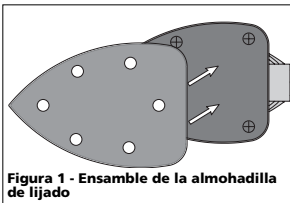

Figura 1 - Ensamble de la almohadilla de lijado
- Alinee y ubique el disco de lijado sobre la almohadilla de apoyo. Presiónelo de modo seguro para mantenerlo en el lugar (ver Figura 1).